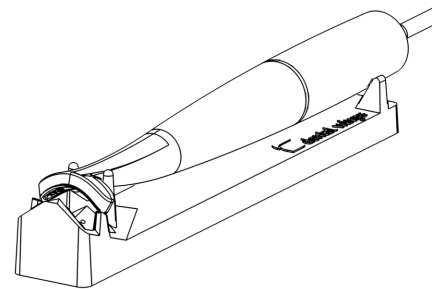

Abb. 4: Verwendung der Integritätsprüfungsstation
3. Legen Sie das Handstück auf die Integritätsprüfungsstation, wobei beide Seiten des Kopfes vollständig auf der Station aufliegen müssen (Abb. 4).